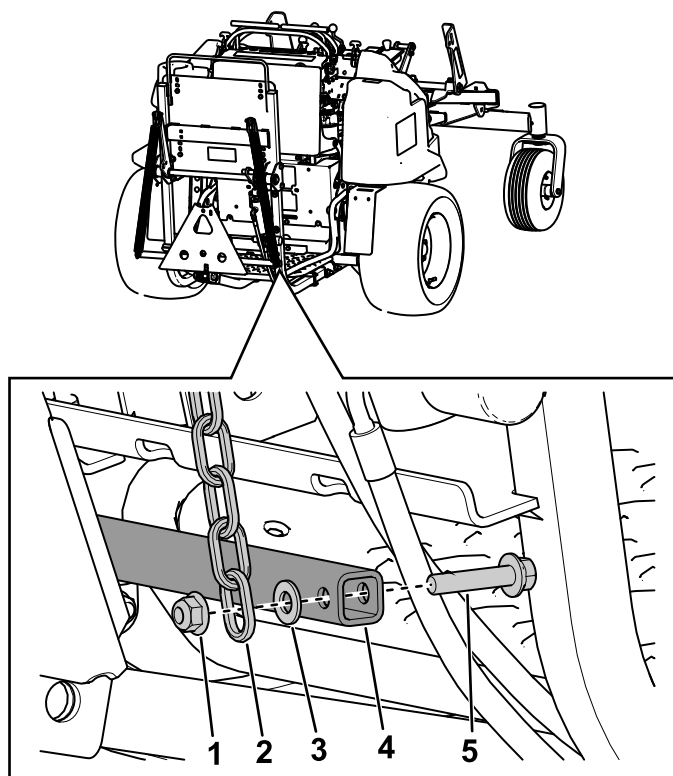

Figura 10
2. Conecte el extremo inferior de las cadenas largas de elevación traseras al tubo de la parte inferior del bastidor de elevación usando pernos con arandela prensada ($\frac{3}{8}$ " x $1\frac{3}{4}$ "), arandelas ($\frac{3}{8}$ ") y contratueras con arandela prensada ($\frac{3}{8}$ "), como se muestra en la Figura 10 .